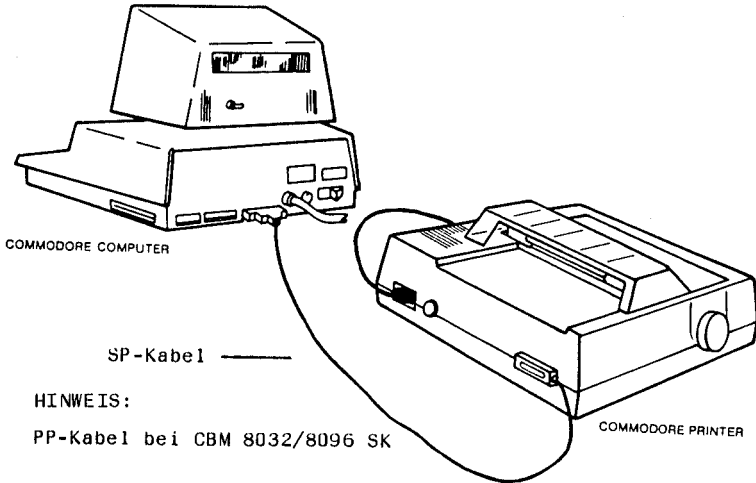
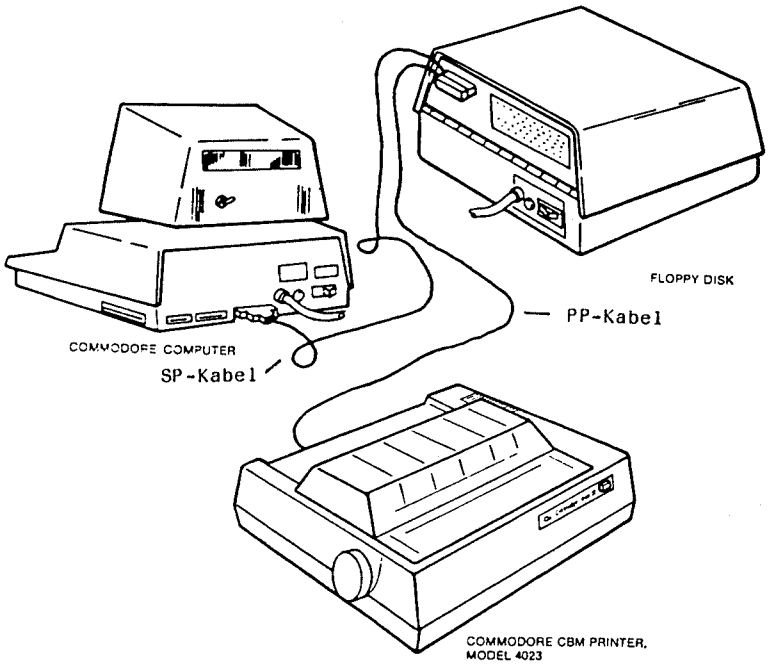

ABBILDUNG 3 - ANSCHLUSS DRUCKER AN COMPUTER
ABBILDUNG 4 - ANSCHLUß MEHRERER GERÄTE
- b. Der Anschluss an den Rechner kann entweder nach Abbildung 3 oder nach Abbildung 4 erfolgen.